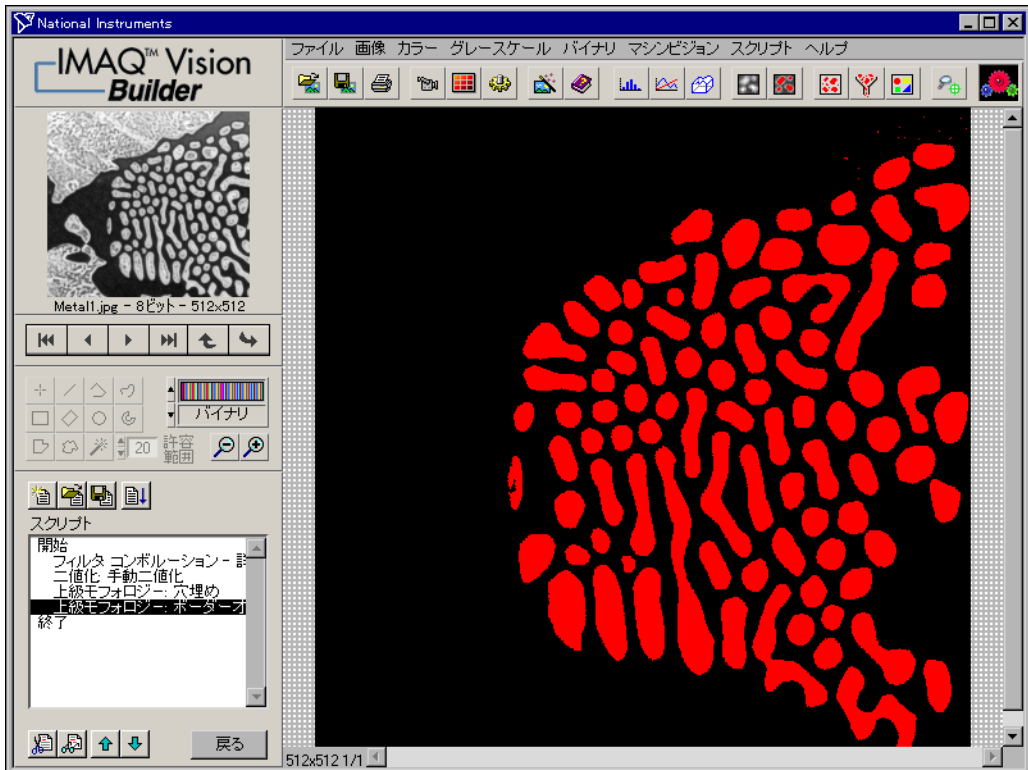

図 3-4 モフォロジー関数で粒子を修正する
4. **縁にあるオブジェクトを取り除く**を選択し、画像の縁に接触しているオブジェクトをすべて取り除きます。結果は図 3-4 のようになります。